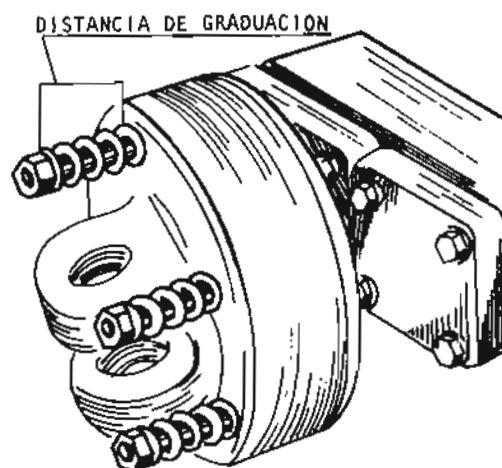

Fig. 4
- d Verifique el embrague de seguridad (fig. 4).